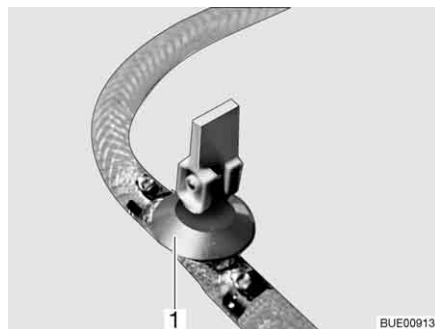
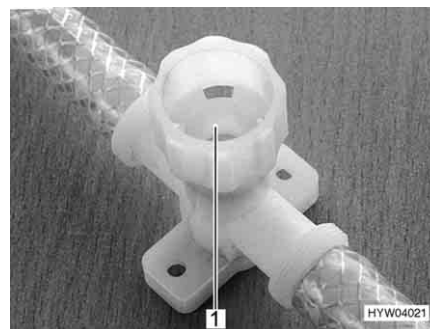

Fig. 235 Rubinetto di scarico (con leva a bilancere)
Fig. 236 Rubinetto di scarico (con tappo a vite)
- Chiudere tutti i rubinetti di scarico. Mettere la leva a bilanciere del rubinetto di scarico (Fig. 235,1) orizzontale o chiudere il coperchio del rubinetto di scarico (Fig. 236,1) in senso orario.